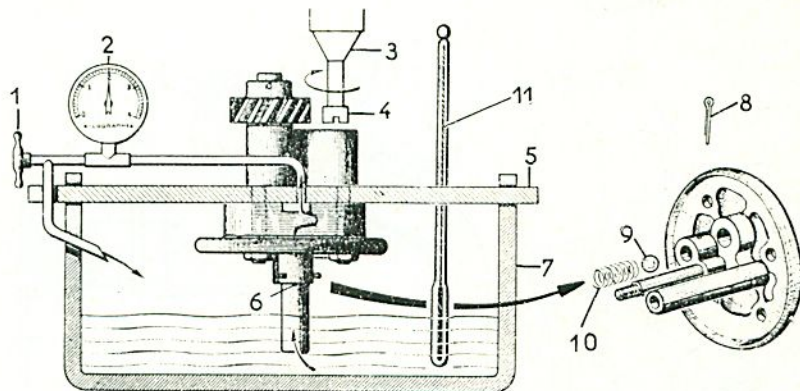

Figure 28.
Révision de la pompe à huile (fig. 28 et 29)
— Déposer la goupille (8, fig. 28) retenant le ressort (10) et la bille (9). Placer le ressort neuf, puis la goupille.